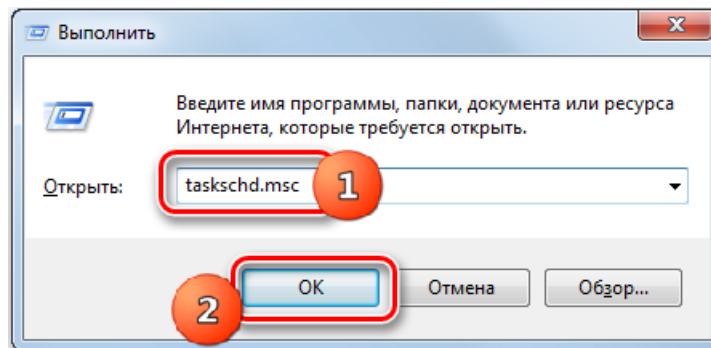

Рисунок 3.19 - Запуск Планировщика заданий с помощью окна "Выполнить"
1. Планировщик заданий можно запустить разными способами. К примеру, с помощью окна "Выполнить". Для этого наберите Win+R. В поле открывшейся оболочки введите **taskschd.msc**, далее нажмите "ОК" (см. рис. 3.19).